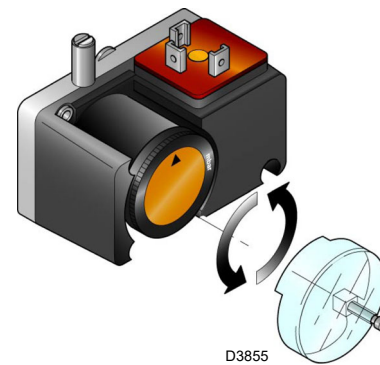

Abb. 31
- Den Druckwächter für die Dichtheitskontrolle (Kit PVP) (Abb. 31 auf Seite 33), falls vorhanden, gemäß den dem Kit beiliegenden Anweisungen einstellen.
Stellen Sie den Druckwächter für die Dichtheitskontrolle (Kit PVP) (Abb. 31) gemäß den dem Kit beiliegenden Anweisungen ein.